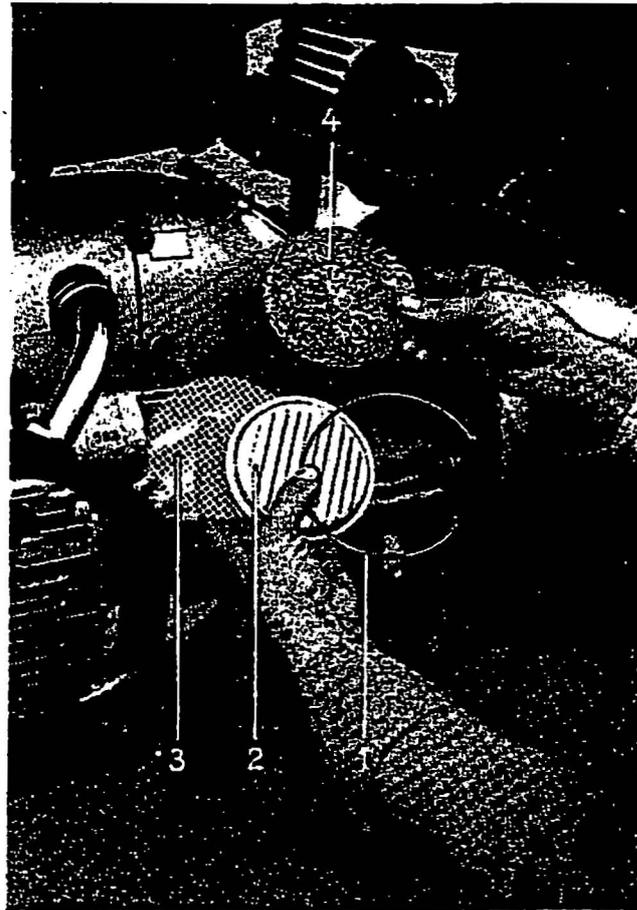

Fig. 6
- nach Fahrten auf staubigen Strassen ist der Luftfilter zu demontieren. Dieser Luftfilter befindet sich auf der hinteren Seite des Getriebes (siehe Fig. 6). Die Feder 1 ist von Hand wegzunehmen, der Deckel 2 das Gitter 3, das Metallgewebe 4 zu demontieren. Dann sind sämtliche Teile in sauberem Benzin gründlich auszuwaschen. Durch kräftiges Ausschleudern ist alles Benzin aus dem Filter zu entfernen und derselbe trocknen zu lassen. Dann wird etwas Motorenöl mit dem Kännchen hineingespritzt und durch mehrmalige Schleuderbewegung im Innern verteilt. Der Filter ist dann zu montieren.
- après des parcours sur routes poussiéreuses, démonter le filtre à air se trouvant sur la partie arrière de la boîte à vitesses (voir fig. 6).